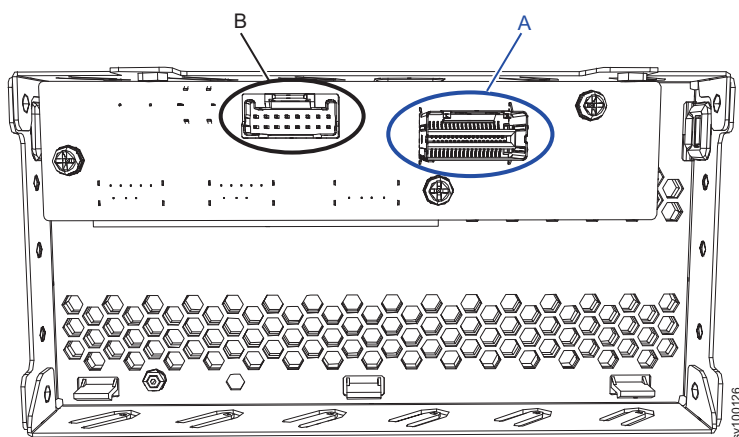

Figura 264. Conectores a cabo na parte traseira do painel de informações do operador
3. Remova gentilmente cada cabo dos conectores na parte traseira do painel de informações do operador (**A** e **B**), conforme mostrado em Figura 264 na página 328.